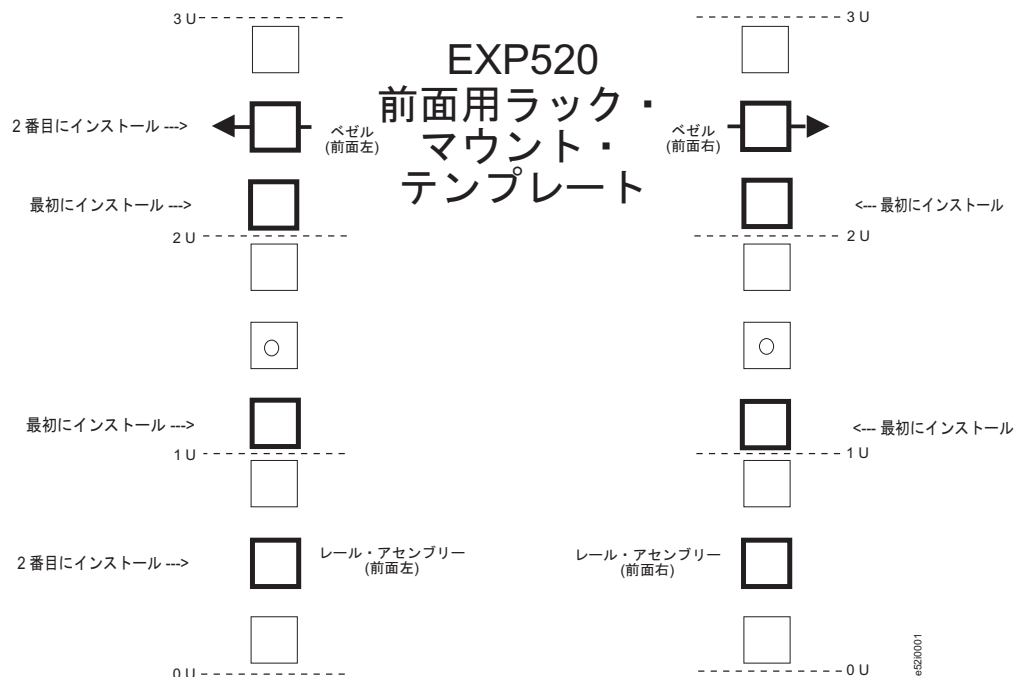
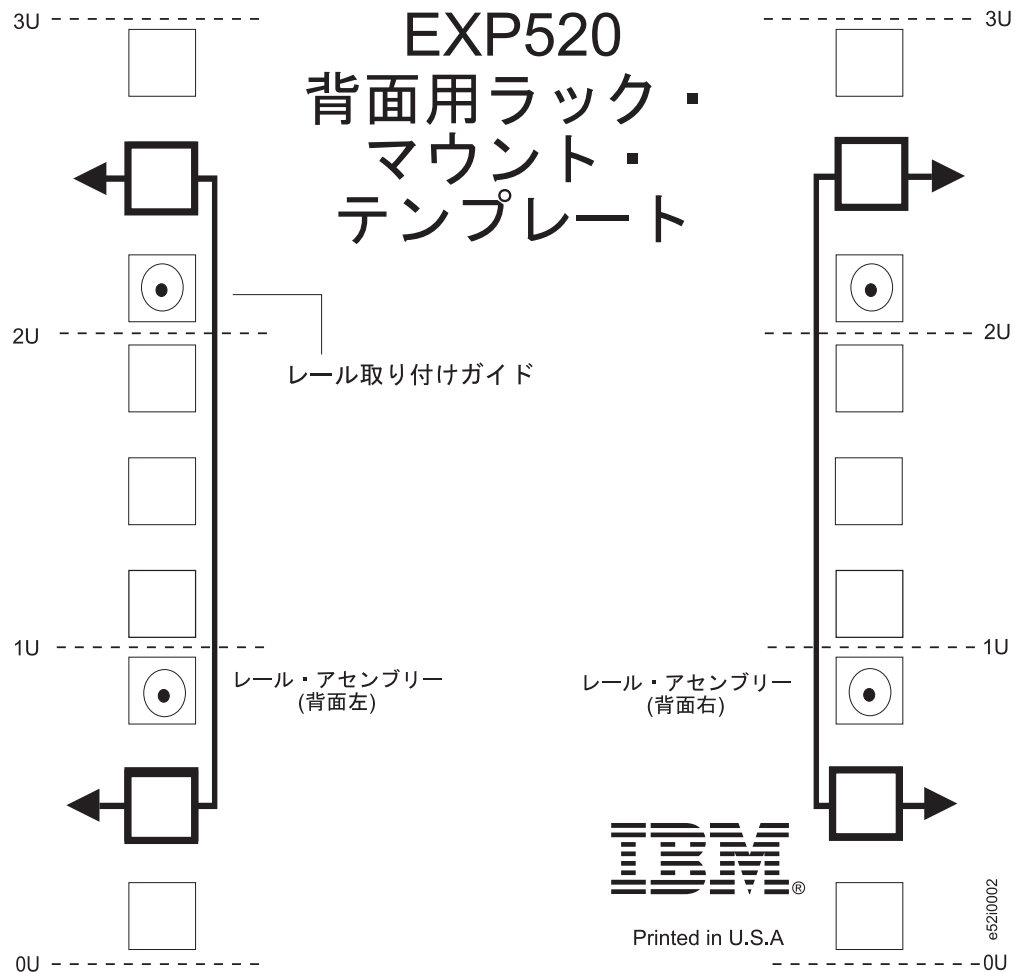

図 9. 前面用ラック・マウント・テンプレート
図 10. 背面用ラック・マウント・テンプレート
サポート・レールと EXP520 をラックにマウントする際に M5 ネジを挿入する場合は、次のテンプレート (図 9 および 28 ページの図 10) を使用して、正しい位置を確認してください。テンプレートでは、M5 ネジの位置が強調表示されています。
重要: 27 ページの図 9 および 28 ページの図 10 に提供されているラック・マウント・テンプレートを使用して、サポート・レールをラックに取り付ける正しいラック・マウント・ホールを見つけてください。
- ラック・マウント・フランジの内側に対して、レールの背面を保持します。レールの取り付けガイド・ピンが、正しいホールにあることを確認します。図に関しては、28 ページの図 10 を参照してください。
- 5/16 (8 mm) 六角ナット・ドライバーを使用して、2 個の M5 ねじ (2) をしっかり締めます。
注: 27 ページの図 9 の「最初にインストール」のラベルの付いたねじを取り付けたことを確認してください。